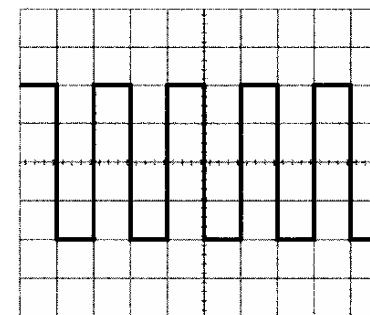

Рисунок 4-3
- 5) Установите переключатель AC-GND-DC в положение AC. На экране ЭЛТ должно появиться изображение сигнала, как показано на рис. 4-3.
- 8) Регуляторами ▲ ▼ POSITION и ◀ ▶ POSITION можно перемещать изображение сигнала относительно сетки для удобства измерения напряжения (Up-p) или периода (T).